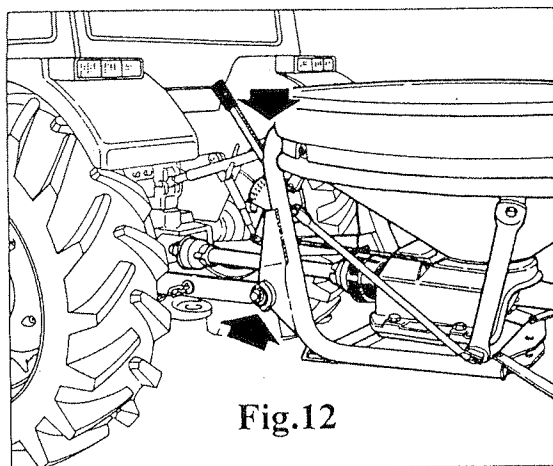

Fig.12
7.1 APPLICAZIONE AL TRATTORE (Fig.12)
7.1 TRACTOR CONNECTION (Fig.12)